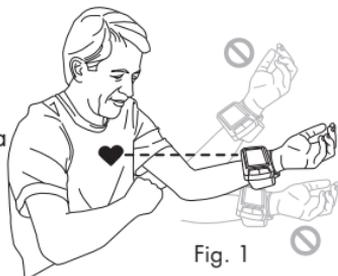

Fig. 1
1. El codo debe descansar en una superficie sólida, con la palma de la mano hacia arriba. eleve el brazo de manera tal que el brazalete y el corazón se encuentren alineados, Fig. 1.